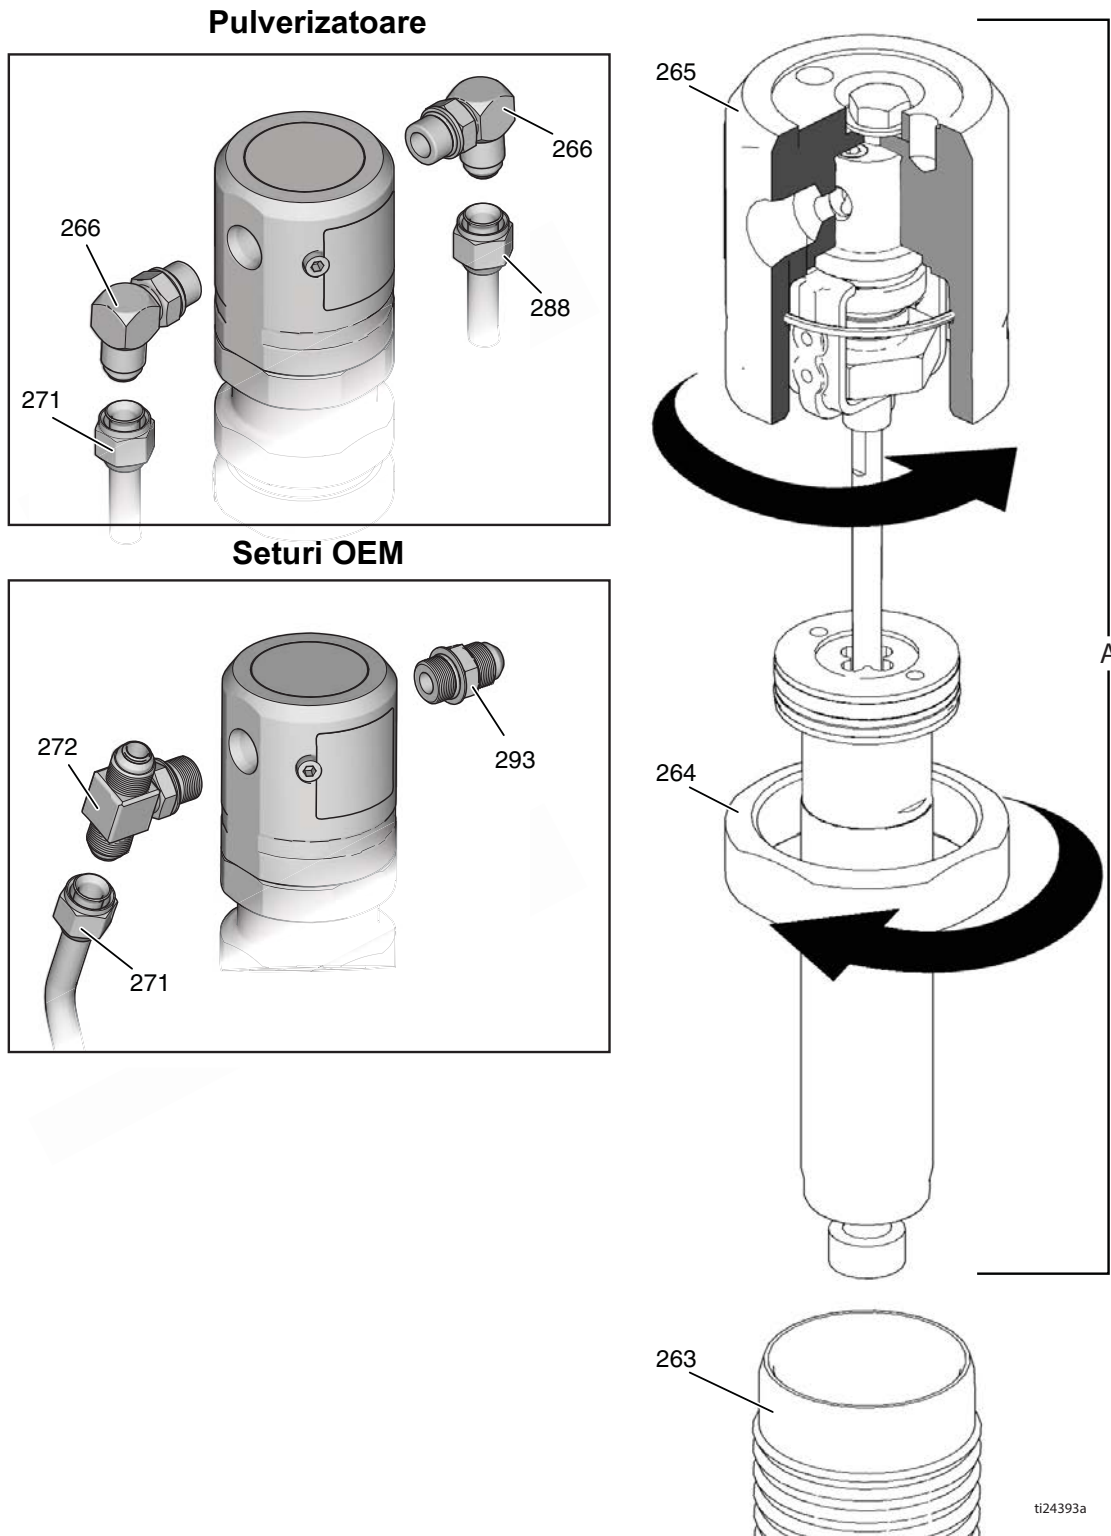

FIG. 5
1. Introduceți prin glisare ansamblul tijei pistonului în cilindrul motorului hidraulic (263).
2. Înșurubați capacul motorului hidraulic (265). Deșurubați capacul motorului hidraulic până când intrarea și ieșirea sunt aliniate cu fittingurile conductei hidraulice și orificiul de testare din capacul motorului hidraulic este orientat spre protecția curelei (117).
3. Strângeți contrapiulița (264) pe capacul motorului hidraulic (265) la cuplu de 150 ft-lb (17 N·m).
4. Fig. 5. Montați conductele hidraulice (271, 288) în fittinguri (266) în stânga și dreapta părții superioare a motorului hidraulic; strângeți la cuplu de 40 ft-lb (54,2 N·m).